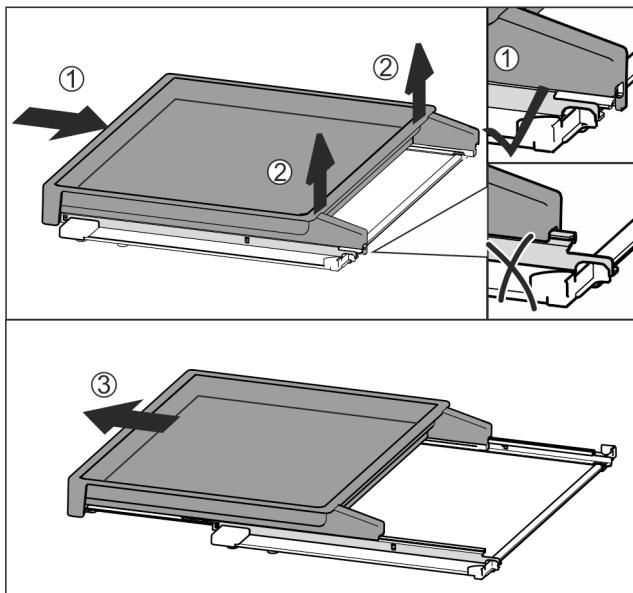

Fig. 112
- Úplne zasuňte vyťahovacieho poličku Fig. 112 (1).
- Uvoľnite západku na zadnej strane Fig. 112 (2).
- Vyberte vyťahovacieho poličku smerom dopredu Fig. 112 (3).